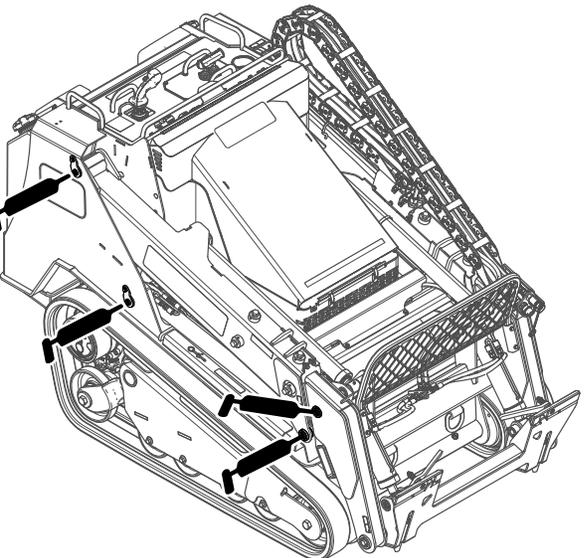
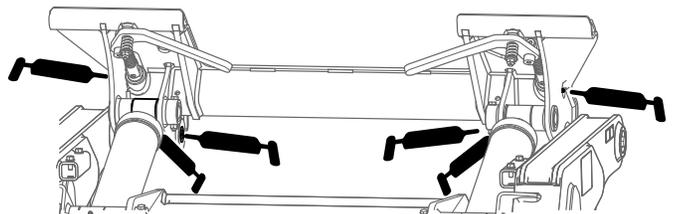
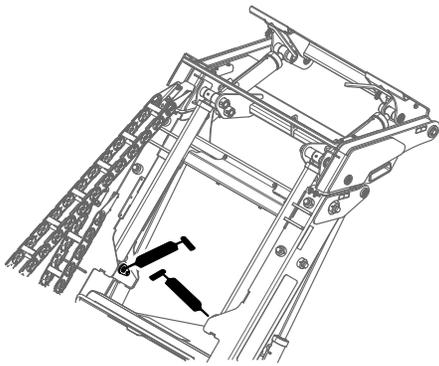

Figura 40
Figura 41
Figura 42
4. Conecte una pistola de engrasar a cada punto de engrase (Figura 40, Figura 41 y Figura 42).